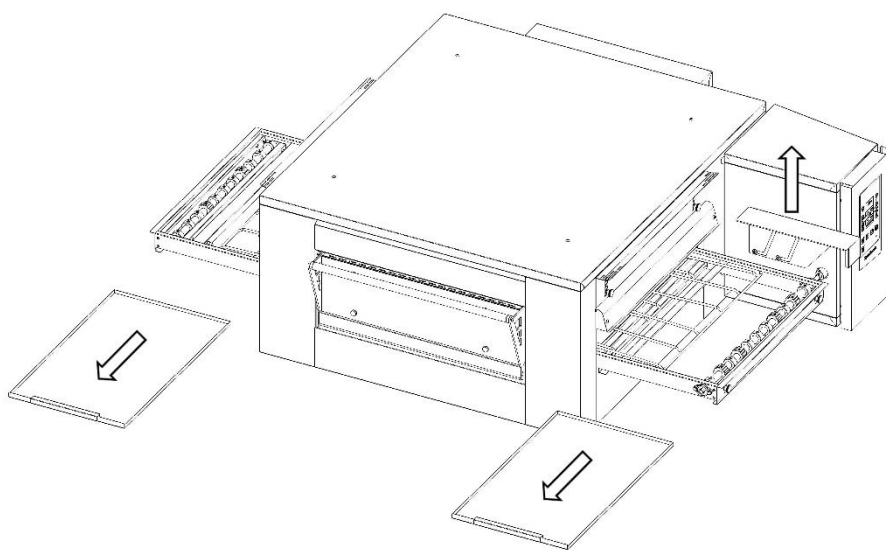

Fig.1A
2. Enlever les tiroirs d'entrée et de sortie du support du ruban transporteur (voir Fig.1A paragraphe 9.3.1).
3. Enlever la protection joint du ruban transporteur en la dégageant du crochet et en la déplaçant vers le haut (voir Fig.1A paragraphe 9.3.1).
2. Enlever les tiroirs d'entrée et de sortie du support du convoyeur (Fig.1A).
3. Soulever le carter vers le haut (Fig.1A).